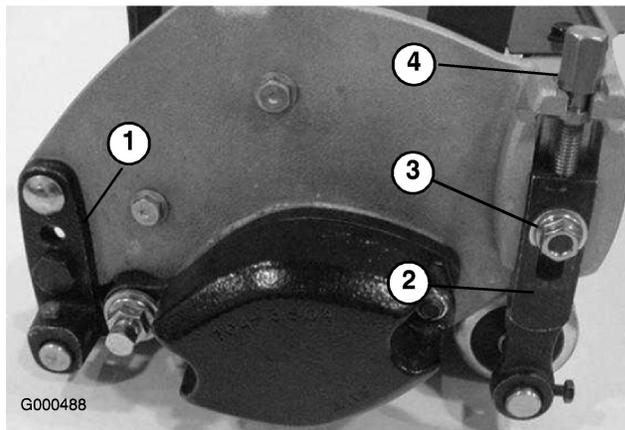

図 51
1. 使用する刈り高範囲に合わせて後ローラ・ブラケット（図 51）の取り付け位置を変更する
3. 刈り高アームをカッティングユニットのサイド・プレートに固定しているロックナットをゆるめる（図 51）。